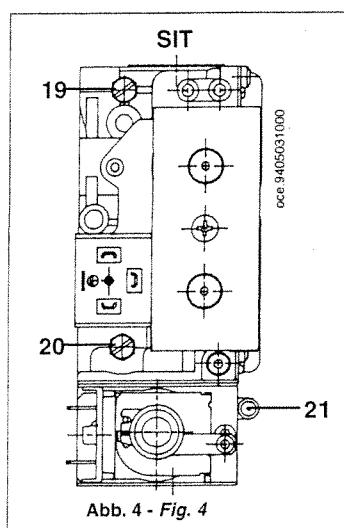

Abb. 4 - Fig. 4
- ein Manometer, möglichst ein Wasser-manometer, an den Düsendruckmeßstutzen (19) des Gasventils (Abb. 4 auf Seite 17) anschließen. Die negative Meßöffnung des gleichen Druckmessers an die Kompensationsbuchse des Heizkessels anschließen.
- überprüfen, ob der beim Druckverbinder (20) der Gasventils (Abb. 4) gemessene dynamische Förderdruck des Heizkessel korrekt ist (50 Millibar bei Flüssiggas oder 20 millibar bei Erdgas);